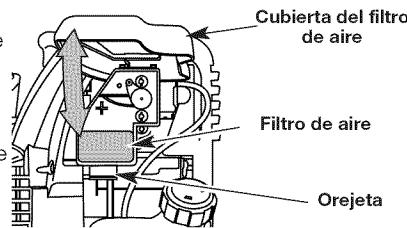

Fig. 24
1. Abra la tapa del filtro de aire. Empuje hacia adentro la lengüeta que está en lado inferior de la tapa. Despues hale hacia afuera y arriba la tapa del filtro de aire. (Fig. 24).
2. Retire el filtro de aire (Fig. 24).
6. Vuelva a colocar el filtro (Fig. 24).
8. Gire la tapa hacia abajo hasta que la lengüeta de la placa posterior del filtro de aire se enganche en la ranura de la tapa del filtro de aire (Fig. 24).